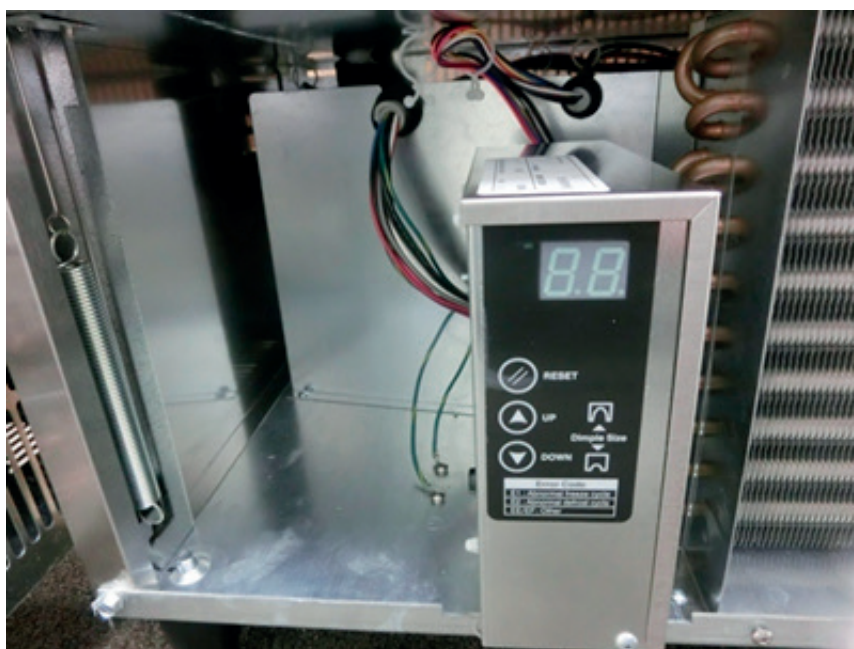

Fig. 36
11) Fissare la scheda di comando e la boccola come indicato in Fig. 36.